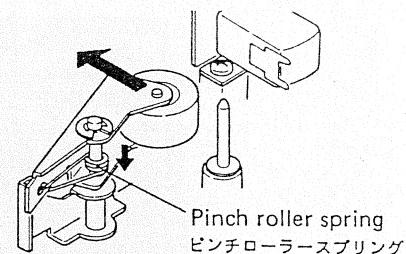

Fig. 5-5
- If the pinch roller spring (Fig. 5-5) was replaced for repair, always position the spring around the lower half of the spring shaft as shown in Fig. 5-5.
- もし修理のためにピンチ・ローラ・スプリング（図5-5）の交換をした時は、必ず図5-5のようにスプリングをスプリング・シャフトの下側に位置させる。